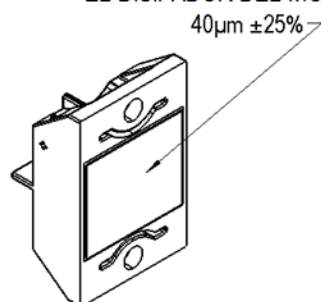

Figura 6.4: Aplicación de pasta térmica en el módulo de diodos.
- Aplicar pasta térmica sobre el disipador del nuevo módulo, $40 \mu\text{m} \pm 25\%$ (Figura 6.4).